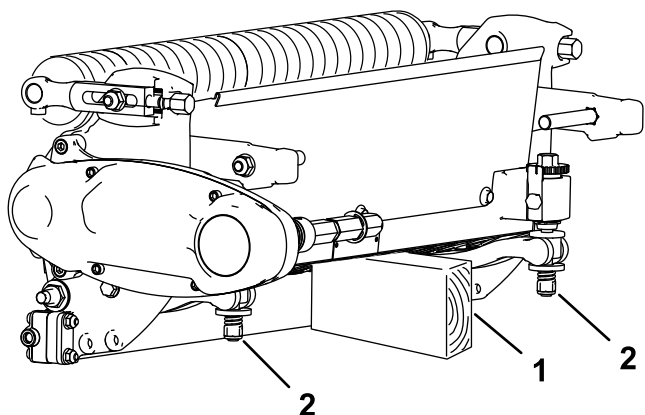

Рисунок 4
- Установите опору под заднюю часть режущего блока, снятого с машины, чтобы гайки, установленные с обратной стороны регулировочных винтов планки неподвижного ножа, не упирались в рабочую поверхность (Рисунок 4).